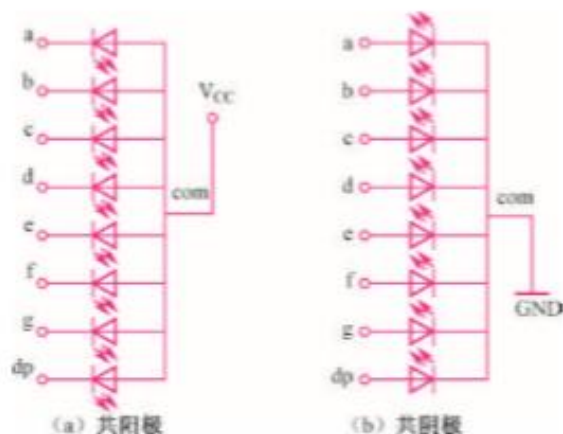

图 4.4 数码管内部结构
(1) 共阳极数码管的内部结构如图 4.4 (a) 所示，8 个发光二极管的阳极连接在一起，作为公共控制端（com），接高电平。阴极作为“段”控制端，当某段控制端为低电平时，该段对应的发光二极管导通并点亮。通过点亮不同的段，显示出不同的字符。如显示数字 1 时，b、c 两端接低电平，其他各端接高电平。
(2) 共阴极数码管的内部结构如图 4.4 (b) 所示。8 个发光二极管的阴极连接在一起，作为公共控制端（com），接低电平。阳极作为“段”控制端，当某段控制端为高电平时，该段对应的发光二极管导通并点亮。
答：根据图 4.4，通过判断任意段与公共端连接的二极管的极性就可以判断出是共阳极还是共阴极数码管。